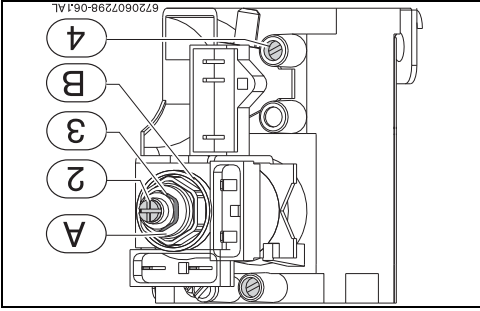

Fig. 22
- ▶ En utilisant la vis de réglage (Fig. 22, [2]) régler la pression jusqu'à atteindre les valeurs indiquées dans le tableau 14.